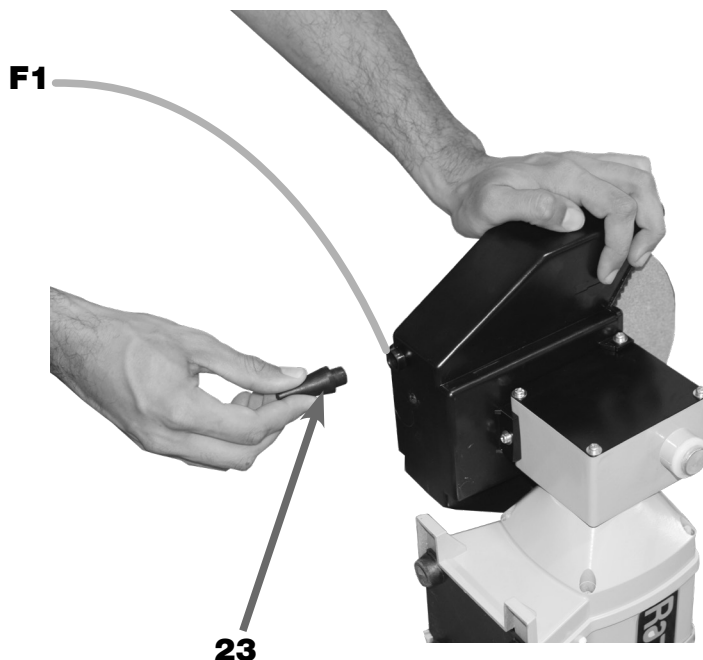

FIGURA 05 – Montagem do Apoio do Reservatório
2. ENCAIXAR o Apoio do Reservatório (23) no furo **F1** do Reservatório de Água (22) (figura 05);